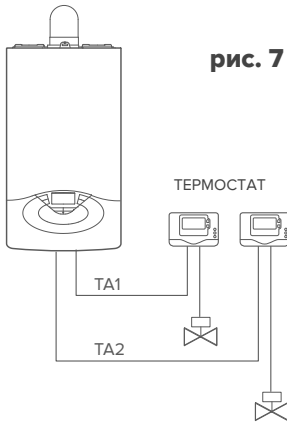

рис. 7
**Добавление ТД и ТК в систему с двумя или более контурами, контролируруемыми комнатными термостатами. (рис. 7)**